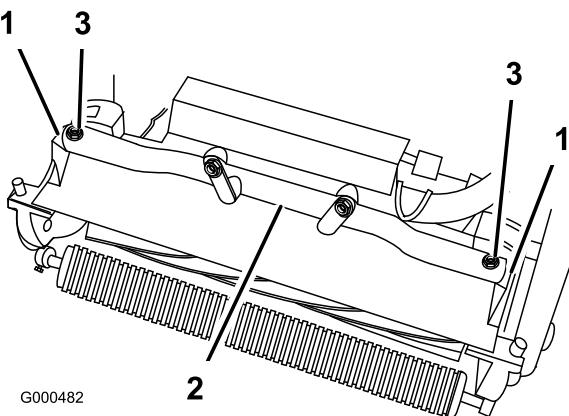

Figura 48
- Retire los 2 pernos que fijan los brazos de pivote de la unidad de corte al tubo del bastidor de la unidad de tracción (Figura 48).
- Gire hacia adelante los brazos de pivote (Figura 48) y apoye la unidad de tracción sobre el soporte bloqueado.